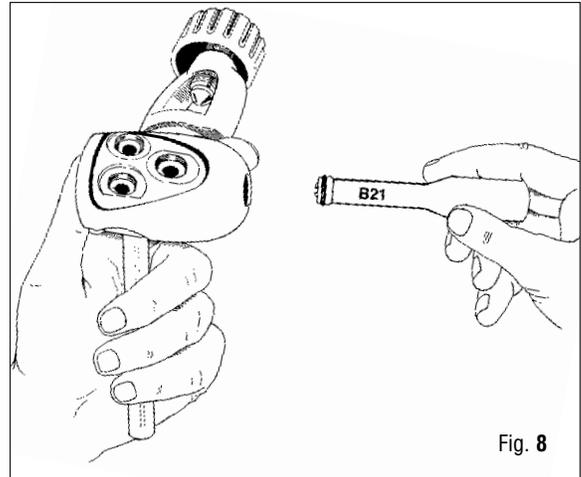

Fig. 8
14. Posicione el casco de protección (110).
15. Monte el OR (74) en el asiento de la válvula (75).
17. Ejerciendo una ligera presión, empuje el asiento de la válvula a su posición en el cuerpo de la primera etapa. (Fig. 8)